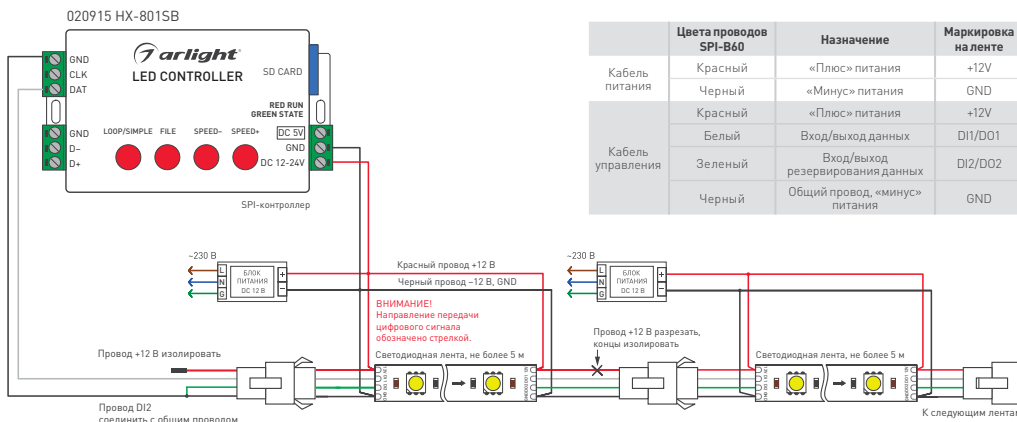

Рис. 1. Схема подключения ленты с использованием SPI-контроллера с одним выходным портом и с использованием отдельных блоков питания
- Подключите ленту в соответствии со схемой (рис. 1). Соблюдайте полярность подключения и направление передачи сигнала (вход/выход). Обращайте внимание на маркировку, нанесенную на печатную плату, и на цвета соединительных проводов.
- Подключите ленту согласно схеме (рис. 1).